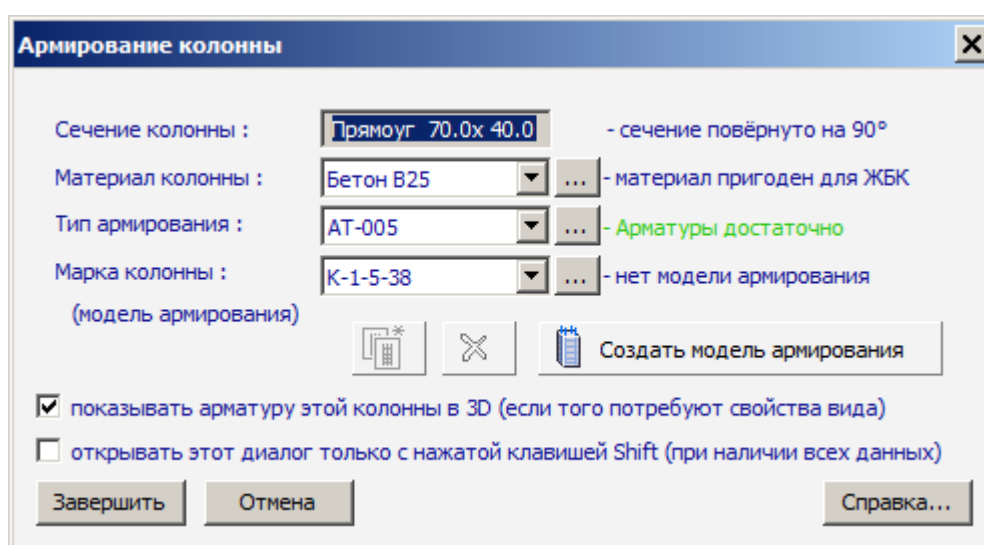

Рис.7.17. Диалоговое окно **Армирование колонны**
- Вызовите диалоговое окно **Армирование колонны** (рис.7.17) щелчком по кнопке  - **Заармировать** (панель **Основная арматура** на вкладке **Армирование**).